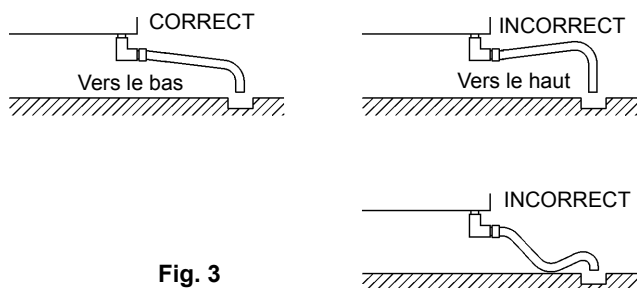

Fig. 3
- \* Le tuyau de vidange d'eau doit être placé selon la Fig. 3 pour éviter tout retour d'eau dans le bac de stockage.